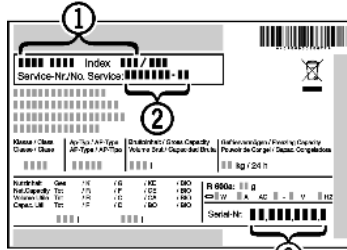

Fig. 10
▶ Наименование устройства Fig. 10 (1), сервисный № Fig. 10 (2) и серийный № Fig. 10 (3) считайте с заводской таблички. Заводская табличка находится внутри устройства слева.
- ▶ Обратитесь в сервисную службу и сообщите вид неисправности, наименование устройства Fig. 10 (1), сервисный № Fig. 10 (2) и серийный № Fig. 10 (3).